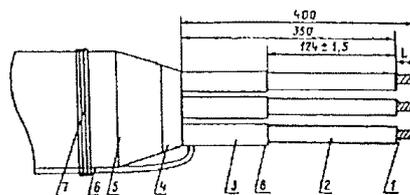

Рис. 3. Схема разделки кабеля:
9. Для выполнения концевой заделки с помощью концевых эластомерных муфт на участке 124 мм основной жилы удаляют наружный электропроводящий экран (рис. 3). Изоляцию допускается срезать на глубину не более 0,5 мм. Надрезы изоляции вертикального или другого направления недопустимы.